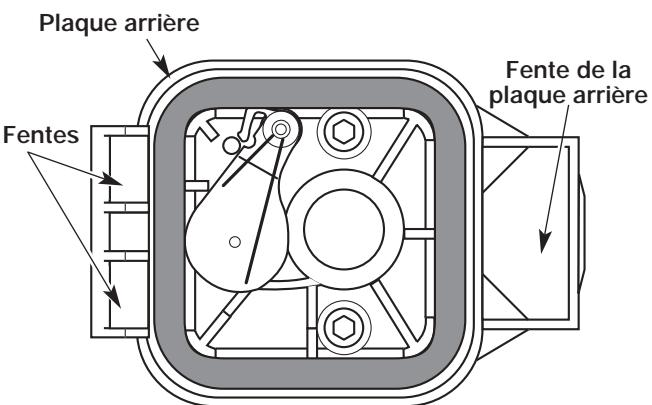

Figure 48
6. Replacez le filtre (Fig. 48).
7. Réinstallez le couvercle du filtre à air Placez les crochets à gauche du filtre à air dans les fentes à gauche de la plaque arrière (Fig. 48).